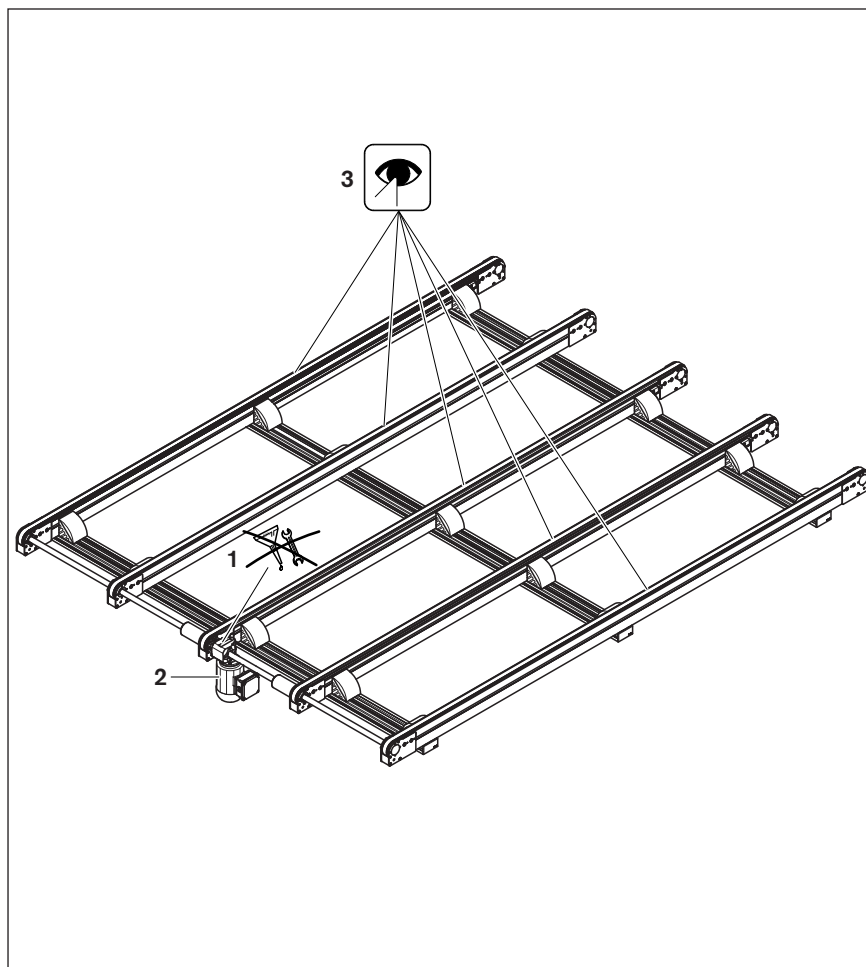

Fig. 15 Bandstrecke CSS/N, CSS/NT
9.1.2 Getriebe (siehe „Fig. 15“, 1)
9.1.3 Motor (siehe „Fig. 15“, 2)
9.1.4 Zahnriemen (siehe „Fig. 15“, 3)